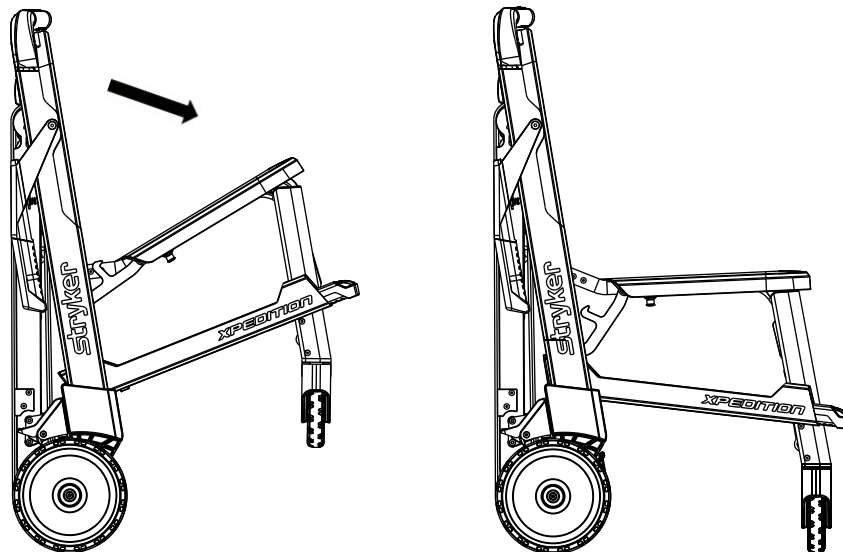

Figura 8 – Despliegue de la silla
3. Tire del asiento hacia abajo (Figura 8).